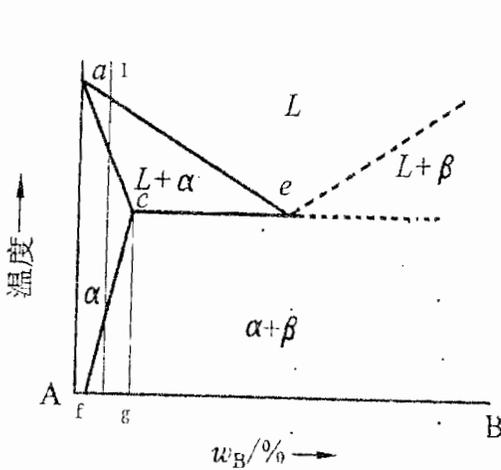

图 1
6. 对如图 1 所示相图, 以富 A 的合金为例: 指出理论上适合作为铸造合金、变形合金的成分范围, 可以热处理强化、不可热处理强化的合金成分范围; 分析合金 1 的平衡结晶过程, 强化合金 1 的方法有哪些。